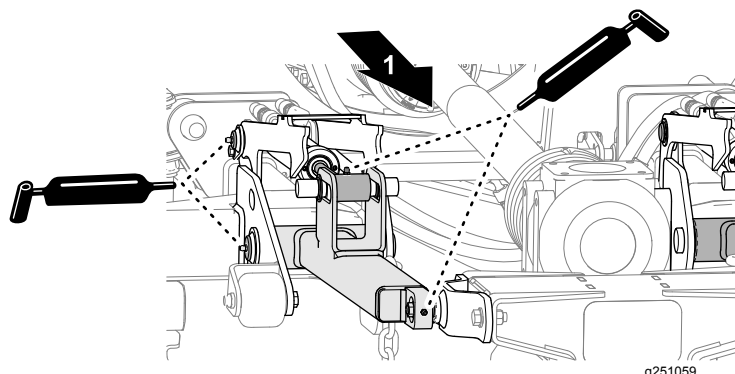

Figura 53
- Applicate il grasso a bracci di sollevamento e cilindri idraulici e ai montanti di impatto del piatto di taglio centrale (Figura 53).